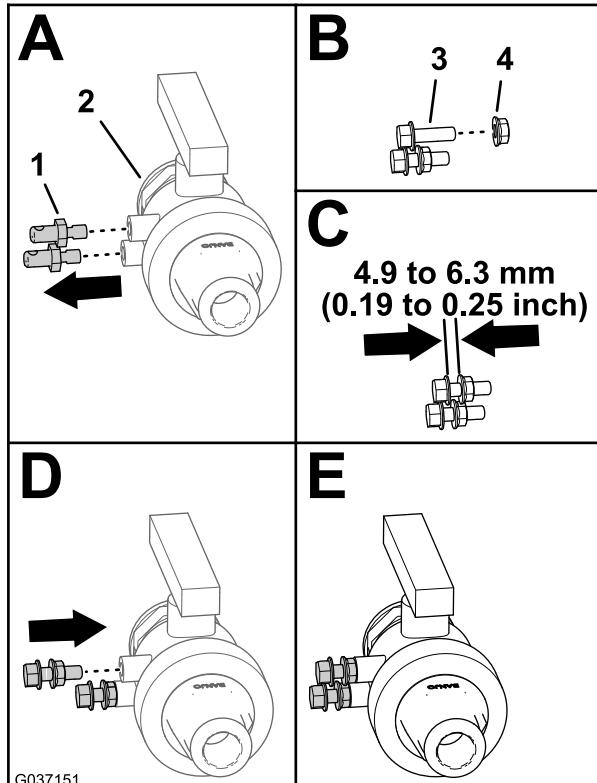

图15
1. 从排水阀上卸下 2 个固定销图15 中的 A。
2. 如图 15 中的 B 和 C 所示将 2 个凸缘锁紧螺母 5/16 英寸螺入 2 个凸缘头螺栓 5/16 x 1 英寸。
3. 将凸缘锁紧螺母和凸缘头螺栓安装到排水阀上并用扳手拧紧 图 15 中的 D 和 E。